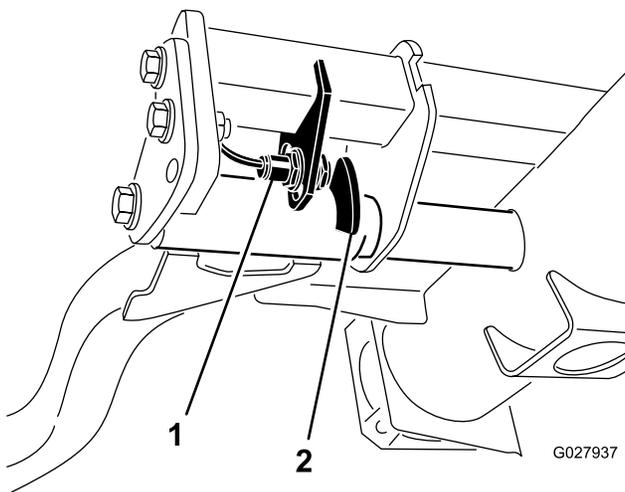

Figure 66
2. Le contacteur des bras de levage se trouve sous le réservoir hydraulique, derrière le bras de levage avant droit (Figure 66).
3. Desserrez les vis de fixation du contacteur et descendez le contacteur pour augmenter la hauteur du changement de direction des bras de levage ou montez-le pour réduire la hauteur du changement de direction (Figure 66).